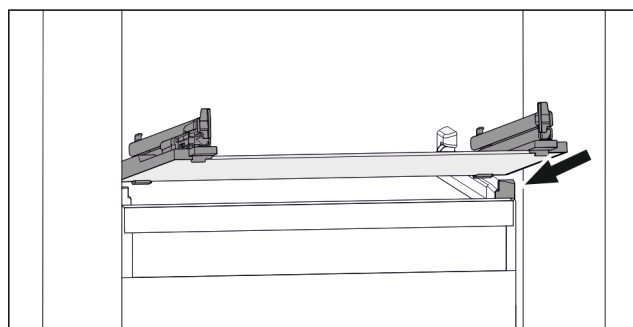

Fig. 89 Exempel på glashylla
- ▶ Sätt på glashylla i vinkel bakom stopplackarna. (se Fig. 89)